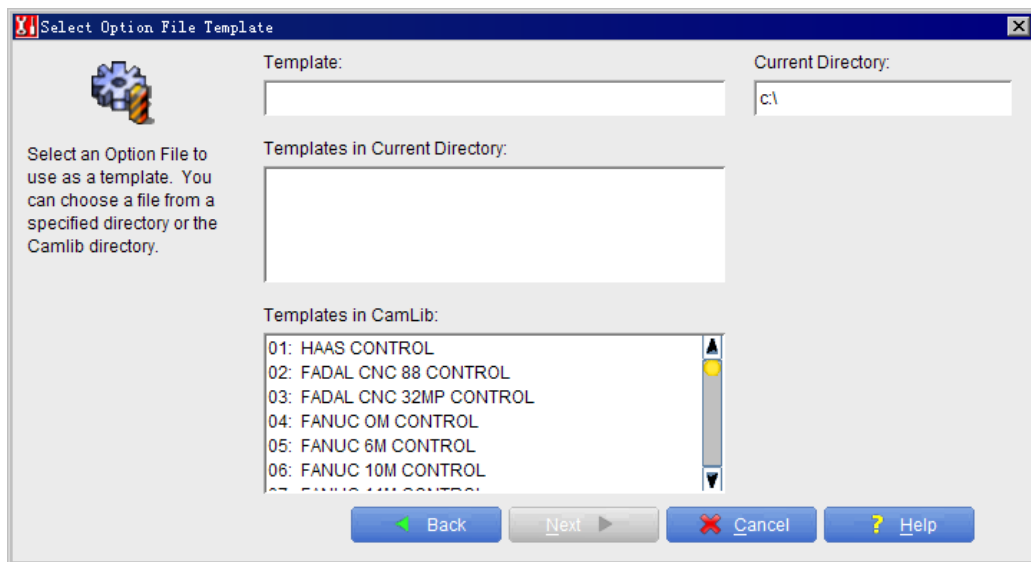

图 9.3.4 “Select Option File Template”对话框
Step4. 在图 9.3.3 所示的窗口中选择一种初始化方法（后两种中的一种），单击  按钮，系统显示图 9.3.4 所示的“Select Option File Template”对话框。